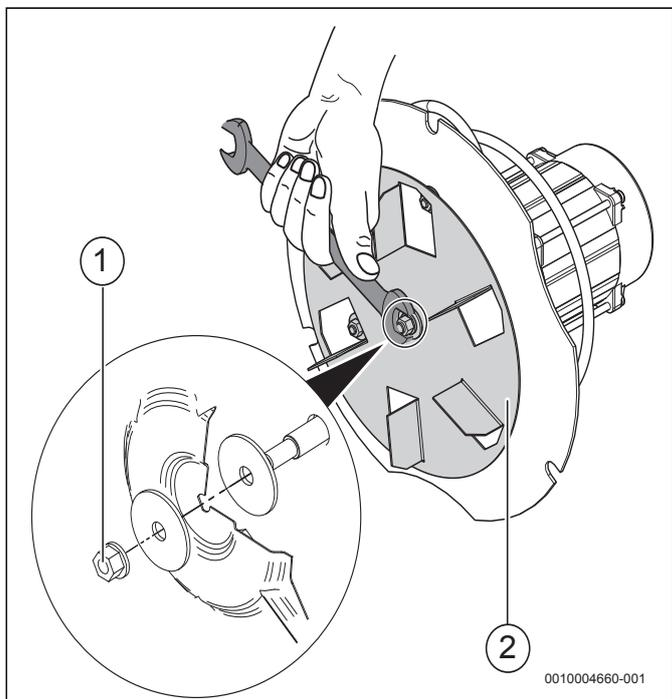

Рис. 18 Проверка посадки крыльчатки вентилятора [1] Центральная гайка (**левая резьба**) [2] Крыльчатка
- ▶ Проверьте посадку крыльчатки (→ рис. 18, [2]) и при необходимости подтяните центральную гайку (**левая резьба**) [1] 10-миллиметровым гаечным ключом. Центральная гайка затягивается вращением влево.